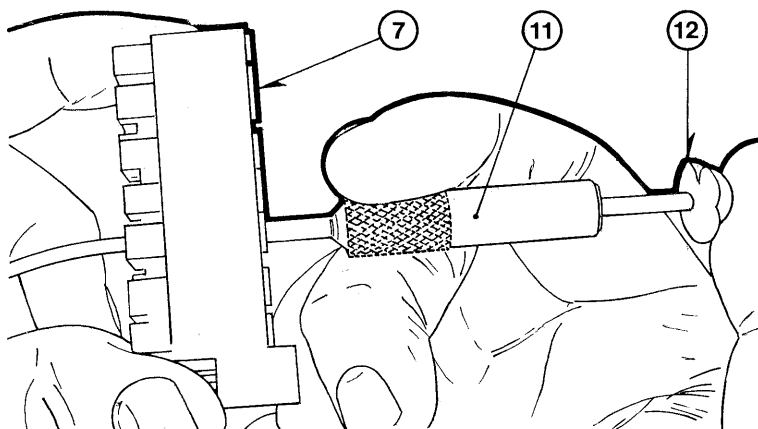

Fig. 31b
- b) montare la squadretta (1) completa di spina (6) sull'interruttore inserendo l'appendice (2) nelle apposite cave della scatola, fissandola con la vite (3)
- c) infilare i cavetti (4) sotto la squadretta (1) ed eventualmente i cavetti (5) nell'apposita cava esistente sul retro della scatola dell'interruttore e poi sotto la squadretta (1)
- d) inserire quindi i cavetti nella spina (6) avendo cura di far corrispondere ogni cavetto al rispettivo foro della presa contraddistinta dallo stesso numero.
Per collegare i circuiti ausiliari alla presa (7) occorre disporre della pinza aggraffacavi (di costruzione AMP) modello N° 576.760 (fig. 31a) e dell'attrezzo di estrazione modello N° 150.807 (fig. 31b). Detti attrezzi possono essere richiesti alla SACE oppure direttamente alla AMP ITALIA S.p.A. Collegno - TO.